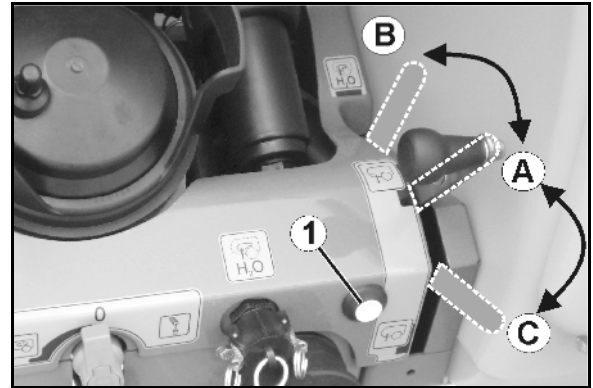

図 73
- 散布位置 (図 73/A) から洗浄位置 (図 73/B) への遠隔操作による切り替え。
操作端末または制御装置 (図 73/1) を介した、
充填位置 (図 73/C) から
散布位置 (図 73/A) への